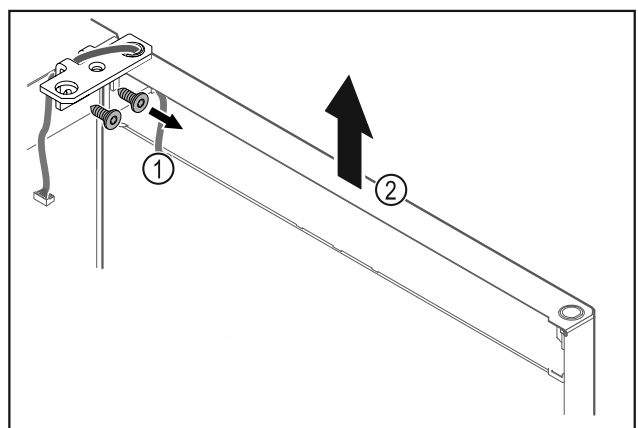

Fig. 17
- ▶ Scharnierhoek Fig. 17 (1) losschroeven.
- ▶ Deur inclusief scharnierhoek Fig. 17 (2) circa 200 mm recht omhoogtillen en verwijderen.